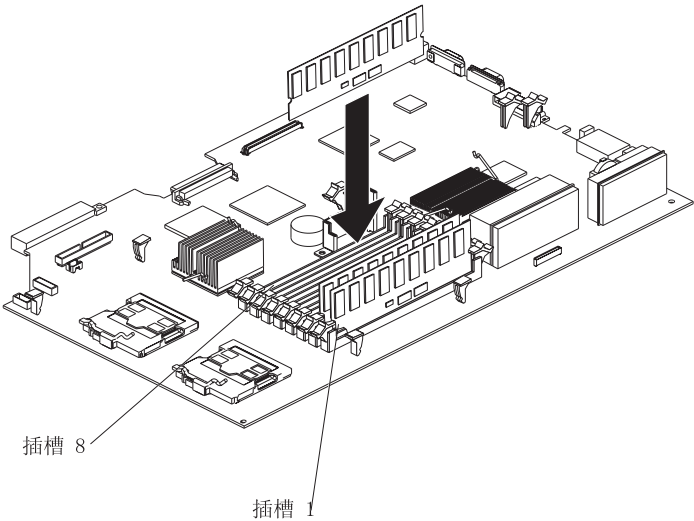

图 33. 内存模块安装
- 可以通过用更高容量的 DIMM 替换现有的 DIMM 或将一对附加的 DIMM 安装到剩余的插槽中来增加服务器中的内存量。图 33 显示系统板上的内存插槽。